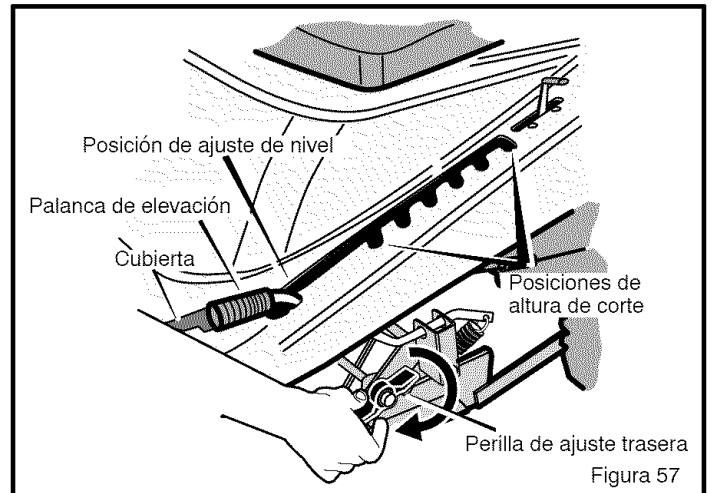

Figura 57
3. Abra la **cubierta** (Figura 57).
4. Ponga la **palanca de elevación** en la posición de AJUSTE DE NIVEL (Figura 57).